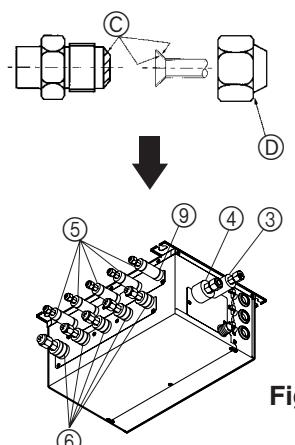

Fig. 7-2
⑤ 将冷冻机油涂抹到扩口阀座的整个 (Fig. 7-2) 表面。
⑥ 基本上请使用机体所附的扩口螺母（市场上可买到的扩口螺母可能会裂开）。